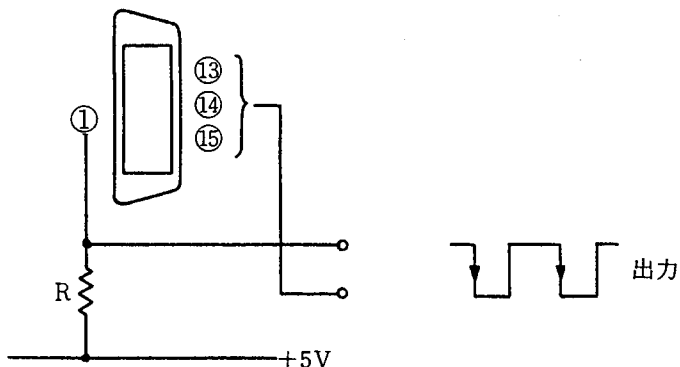

図7-7
- ◎ 波形を観測される時は、図7-7のような回路を付加して下さい。